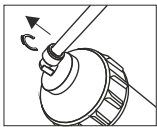

Bild. 1
- 1) Remove safety clips out of quick connector (Fig. 1).
- 1) Sicherungsslip von der Schnellkupplung nehmen (Bild 1).